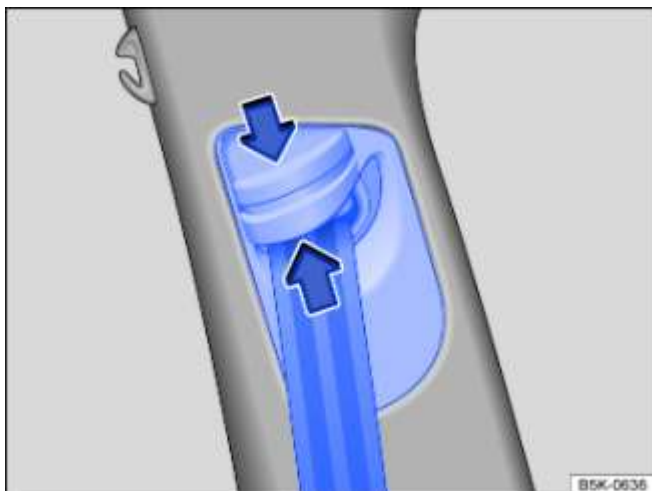

Fig. 30 À côté des sièges avant : réglage en hauteur de la ceinture
- Comprimez la ferrure d'inversion dans le sens des flèches et maintenez-la comprimée ➔ Fig. 30.